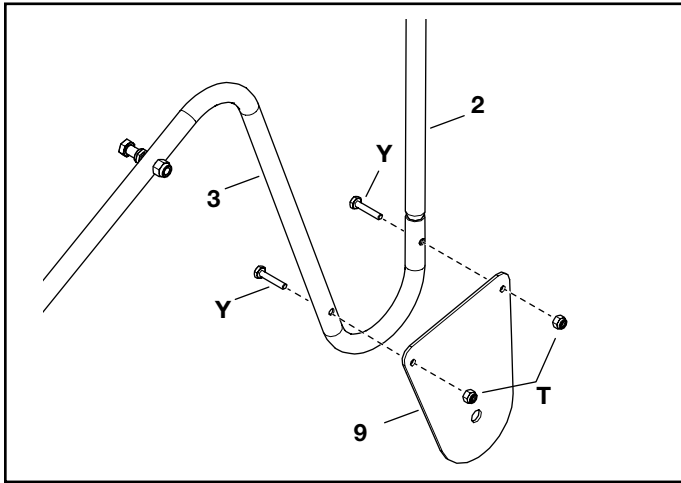

FIGURE 7
### STEP 7: (SEE FIGURE 7)
(VOIR LA FIGURE7) Fixez une entretoise de roue (10) à chaque tube de béquille supérieur et inférieur (2 et 3) à l'aide de deux boulons hexagonaux 1/4-20 x 1-1/4 GR5 (Y) et d'écrous hexagonaux 1/4-20 Nylock (T).